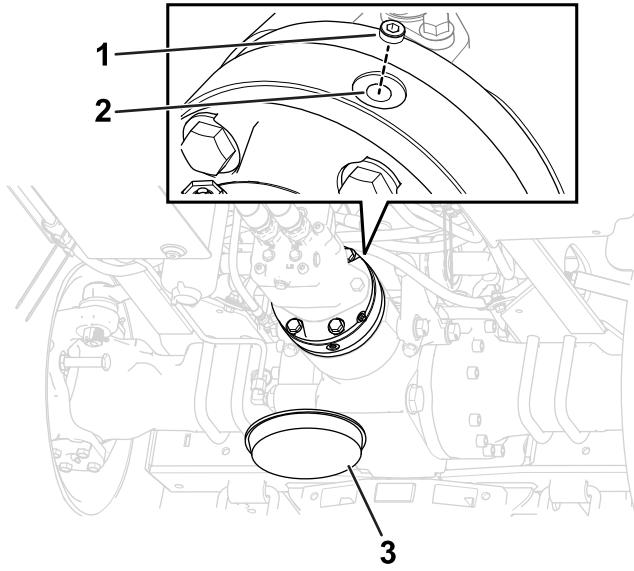

Figure 106
5. Retirez le bouchon de remplissage en haut du carter de frein (Figure 106).
7. Remettez le bouchon de remplissage dans l'orifice de remplissage (Figure 106).